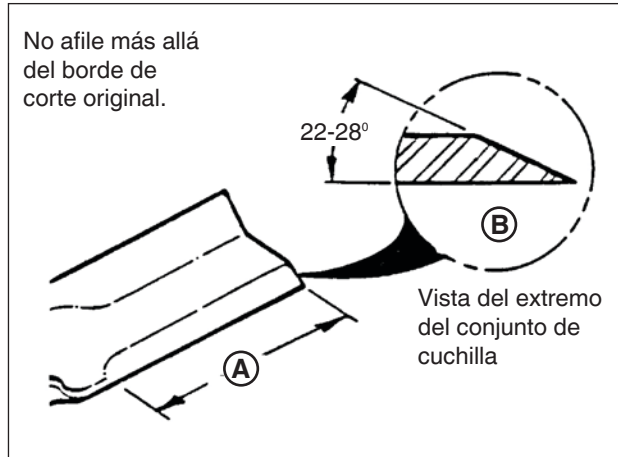

Figura 22: Afilado de la cuchilla del cortacésped
- Afile la cuchilla con una lima a un ángulo que oscile entre los 22 y los 28 grados (**B**, **Figura 22**). NO afile la cuchilla más allá del borde de corte original (**A**).